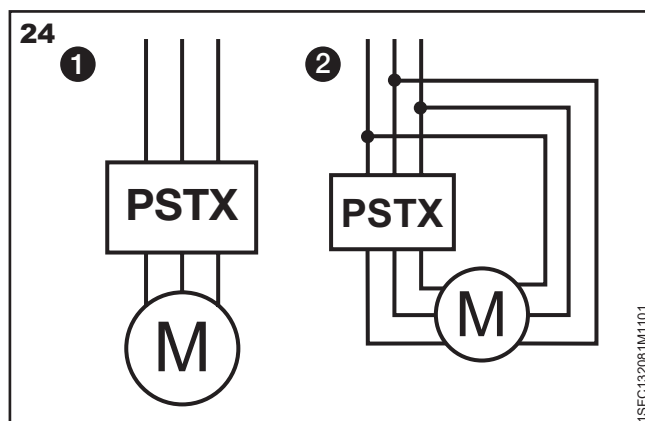
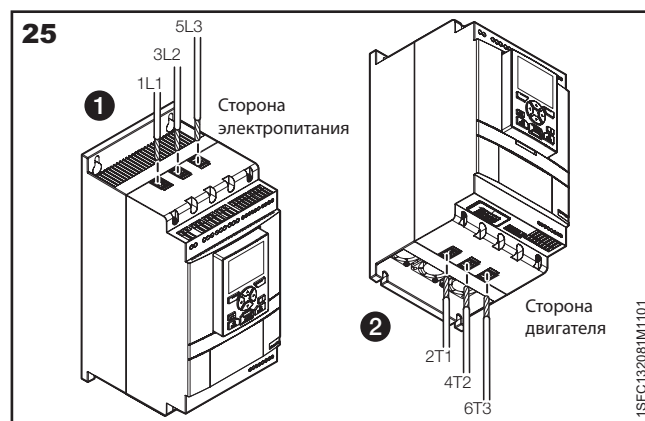
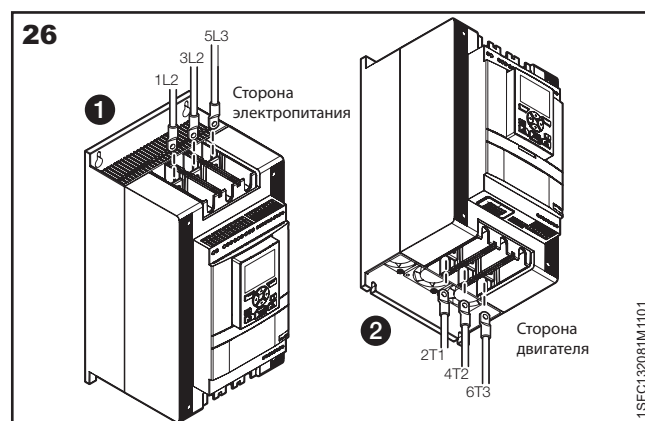

Рис. 24. Подключение «в линию» (1) и в соединении «треугольником» (2)
Рис. 25. Зажимы клеммных соединений
Рис. 26. Шины клеммных соединений
Устройства плавного пуска PSTX30...PSTX370 могут подключаться как «в линию» (см. **1 рис. 24**), так и в соединение «треугольником» (см. **2 рис. 24**). Используйте проводное соединение для устройства PSTX30-105 (см. **рис. 25**) и клеммное соединение для устройства PSTX 142-370 (см. **рис. 26**).
- Подключите сторону линии питания к клеммам 1L1, 3L2, 5L3, см. **1 на рис. 25 и 26**.
- Подключите двигатель к клеммам 2T1, 4T2, 6T3 на стороне двигателя, см. **2 на рис. 25 и 26**.